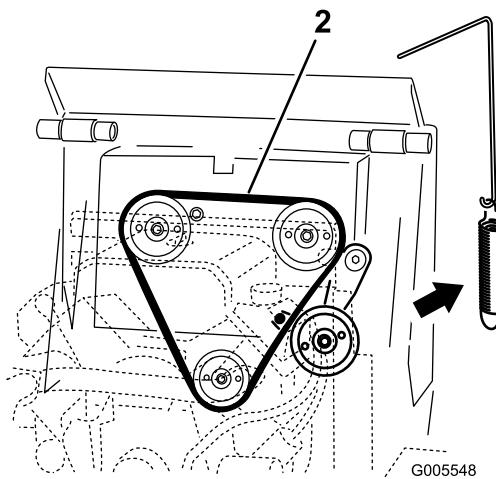

Рисунок 47
- 4. Снимите пружину промежуточного шкива с узла промежуточного шкива (Рисунок 47).
- 6. Установите новый ремень привода на трех шкивах (Рисунок 47).